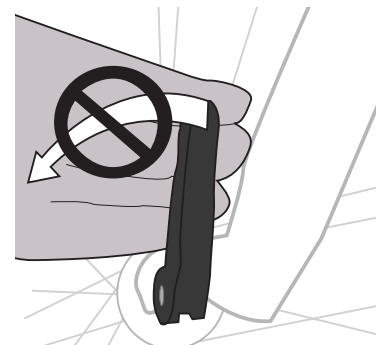

図 12.
- 固定されたクイックリリースレバーが回らないことを確認してください(図12)。